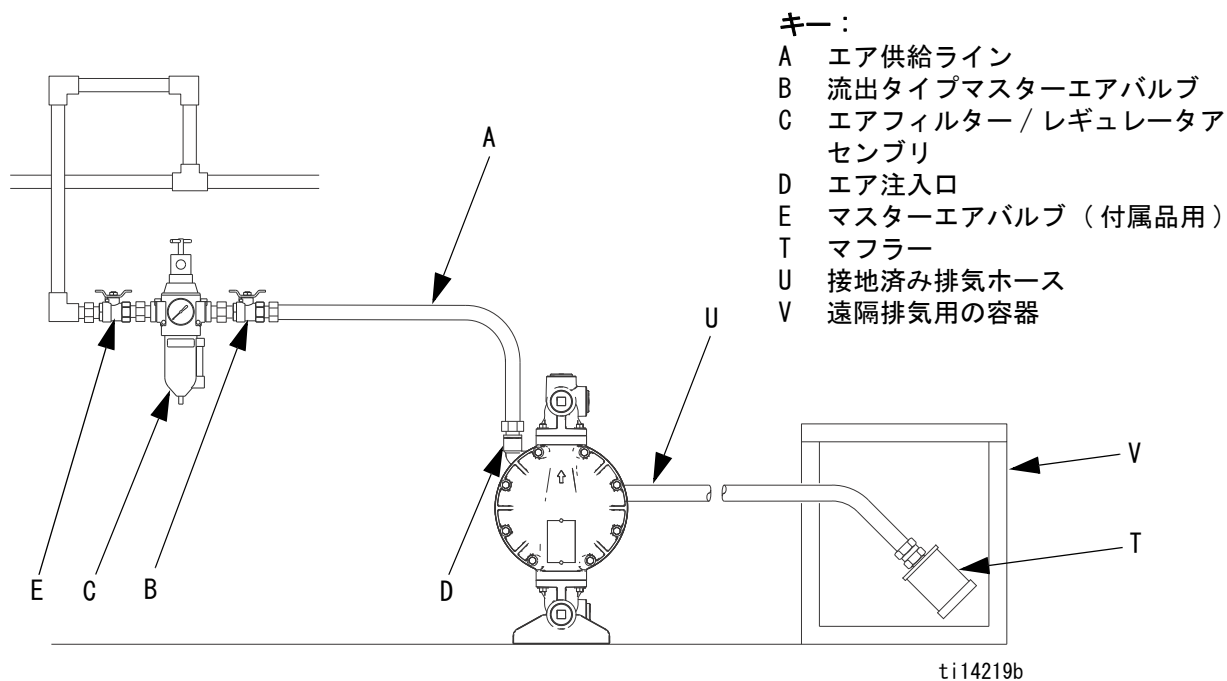

図 . 3. 通気口の排気
1. エア供給ラインをポンプに接続します (A、図. 3、ページ 11)。
2. 各ピロットバルブ (113) の押し込み式取り付け金具に 5/32 外径チューブを挿入します。